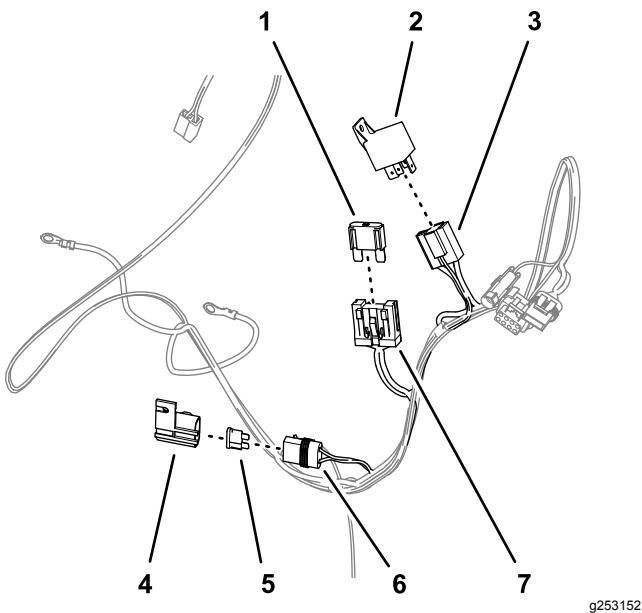

図 5
図 5。
2. 小さいヒューズホルダーのカバーを外す図 5。
3. 小さいヒューズホルダーにヒューズ 10 Aを入れてカバーを取り付ける図 5。
4. 4 スロットコネクタにソレノイドを入れる図 5。